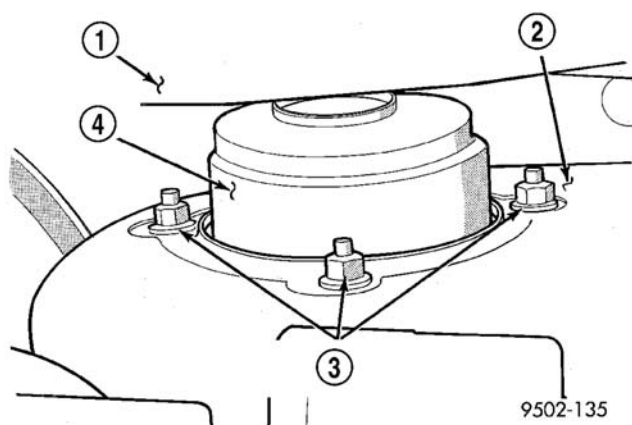

图 43 滑柱总成至滑柱钟形座连接螺母（典型）
(7) 拆卸滑柱总成上支座与滑柱钟形座相连的 3 个螺母（图 43），并从车上卸下滑柱总成。
（1）将滑柱总成装入滑柱钟形座，将上滑柱支座上的 3 个双头螺栓对准并装入减振器钟形座内的孔中。安装 3 个上滑柱座连接螺母 / 垫圈总成（图 43）。然后用卡爪紧固 3 个连接螺母至 $28 \text{ N} \cdot \text{m}$ (250 in.lbs.) 的扭矩。